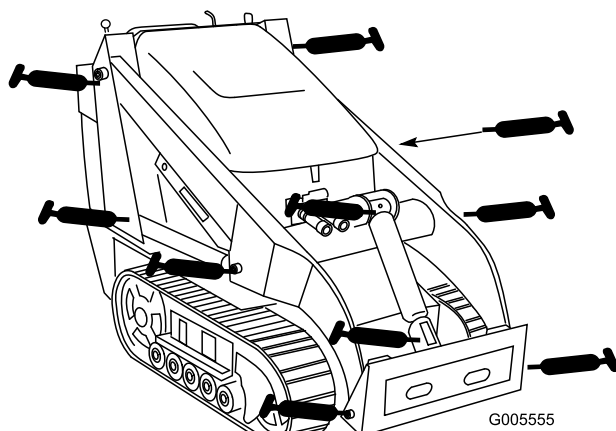
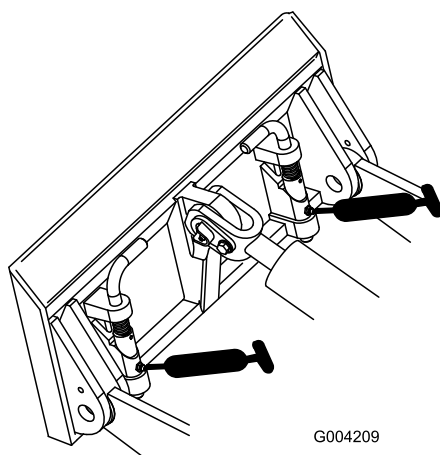

Figura 28
Figura 29
3. Collegare un ingrassatore a pressione a ciascun ingrassatore (Figura 28 e Figura 29).